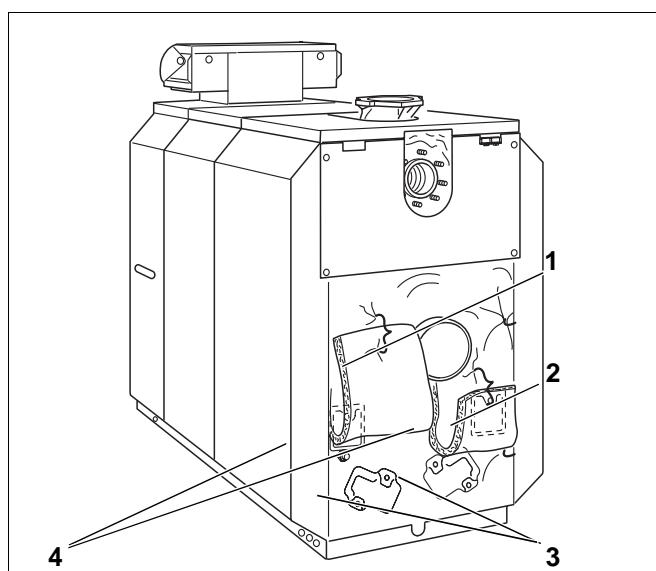

Рис. 56
- Оба конца теплоизоляции загнуть вверх (рис. 56, поз. 2) и закрепить пружинами (рис. 56, поз. 1).
- Снять крышки люков для чистки (рис. 56, поз. 3) с задней секции и с коллектора дымовых газов (рис. 56, поз. 4).
- Удалить нагар из топочной камеры и через люки для чистки на задней секции и коллекторе дымовых газов (рис. 56, **поз. 3 и 4**).